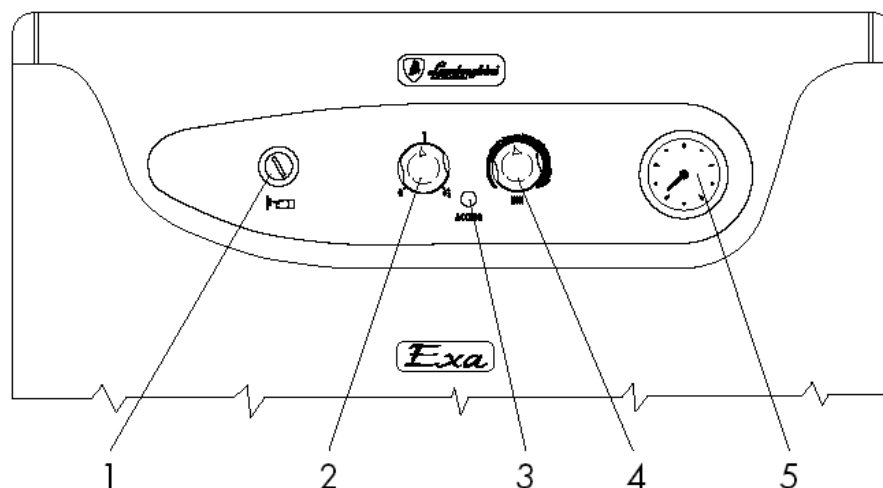

Рис. 2
- 2 Установите терморегулятор котла (рис. 2) на нужное значение.
- 3 Установите выключатель ON/OFF (вкл./выкл.) (рис. 2), расположенный на пульте управления, в положение “Вкл.”.
При отключении на короткое время достаточно использовать выключатель ON/OFF (вкл./выкл.) (рис. 2), расположенный на пульте управления.